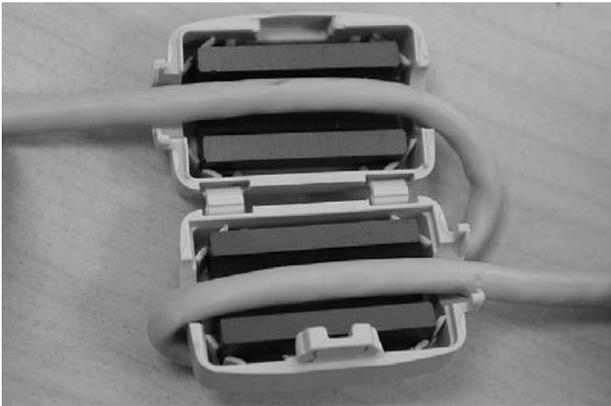

Bild 6-6. Einlegen des Kabels in den Ferritkern
- Führen Sie das Kabel in einer Schleife durch den aufgeklappten Ferritkern (Bild 6-6).